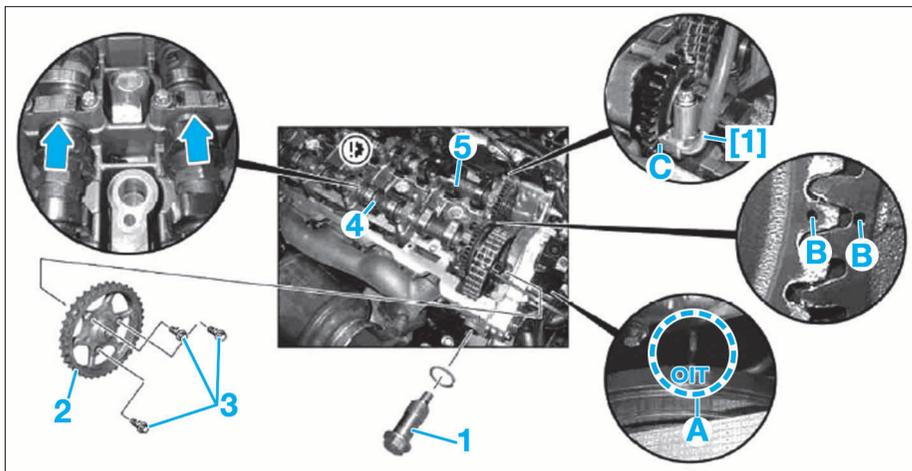

FIG. 54
- Positionner le piston du 1^{er} cylindre sur PMH d'allumage (repère «OT» face au repère sur le couvercle du carter de distribution) (A) (Fig.54).
Positionner correctement l'arbre à cames d'admission (5) et l'arbre à cames d'échappement (4) au niveau du palier axial (flèches) (Fig.54).